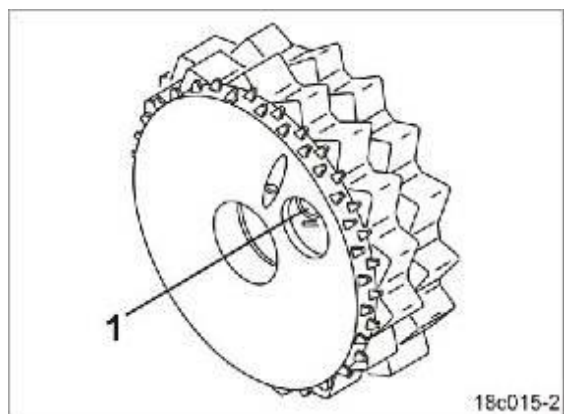

Рис.46
6.1.5. Поворачивайте обычную высеваящую катушку на высежном валу вручную до тех пор, пока не станет виден штифт (Рис. 46/1) в отверстии.